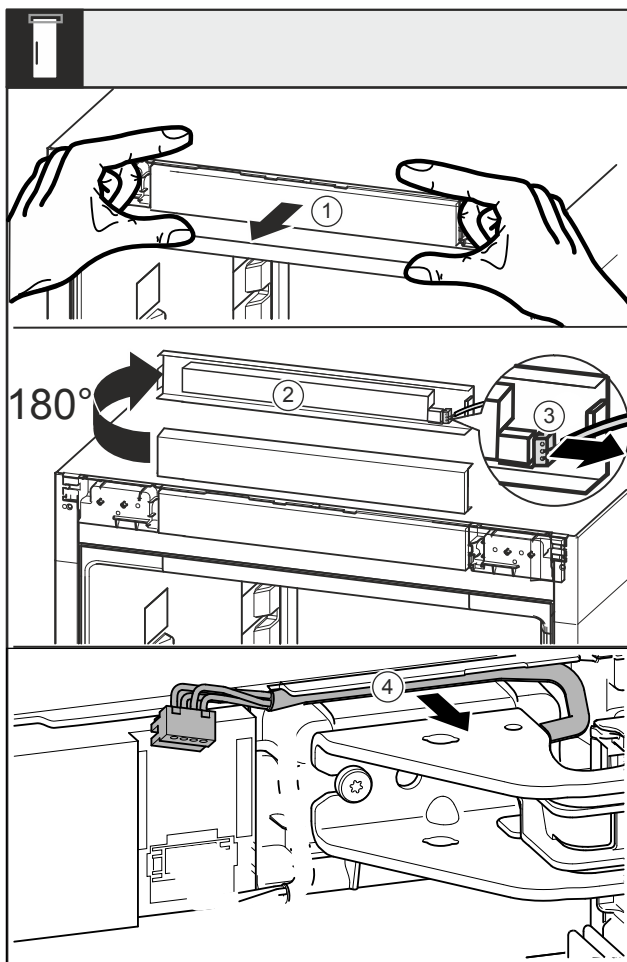

Fig. 16
- ▶ Zaslonko Fig. 16 (1) previdno ločite v smeri naprej.
- ▶ Zaslonko Fig. 16 (2) obrnite navzgor za 180°.
- ▶ Zaskočni nastavek na vtiču Fig. 16 (3) potisnite nazaj in vtič previdno izvlecite.
- ▶ Kabel Fig. 16 (4) prek ležajnega podstavka ločite od vodila.